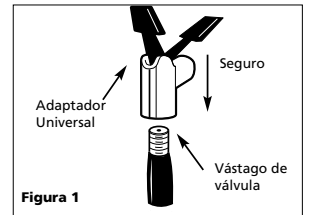

Figura 1
2. Fije el adaptador universal del inflador al vástago de la válvula, con la palanca hacia arriba. Asegúrese de presionar el adaptador universal completamente hacia abajo sobre la rosca del vástago de válvula. Cuando el adaptador universal está firmemente colocado en su sitio, presione la palanca de seguro hacia abajo para sujetarlo en el vástago de válvula (ver Figura 1).